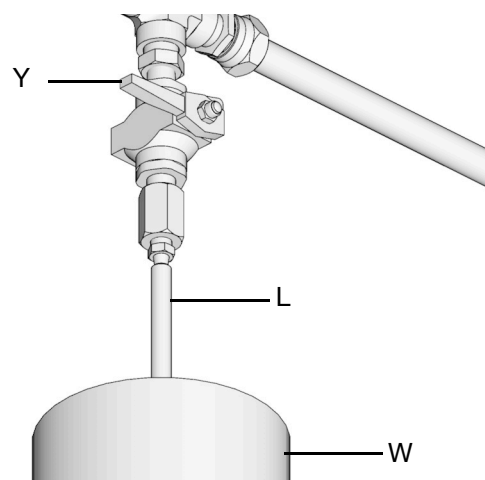

FIG. 30
- a. Pour relâcher la pression entre la pompe de remplissage (F) et le mécanisme d'arrêt du remplissage automatique (B), ouvrir la vanne de décompression du flexible d'alimentation (Y) (FIG. 30). La pression est relâchée et l'excès de fluide est évacué par le tube de vidange (L) et dans le récipient de débordement (W).